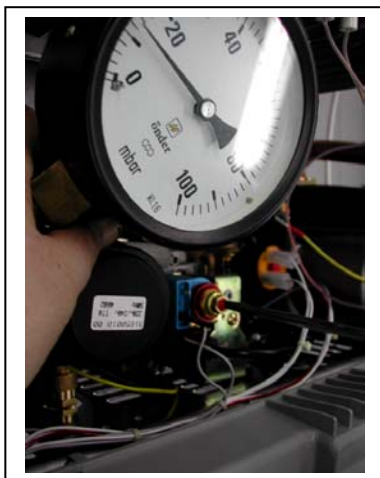

Рисунок 51
- ❑ Вращайте внутреннюю часть регулятора отверткой **по часовой стрелке** для увеличения давления и **против часовой стрелки** – для уменьшения давления (Рисунок 51).